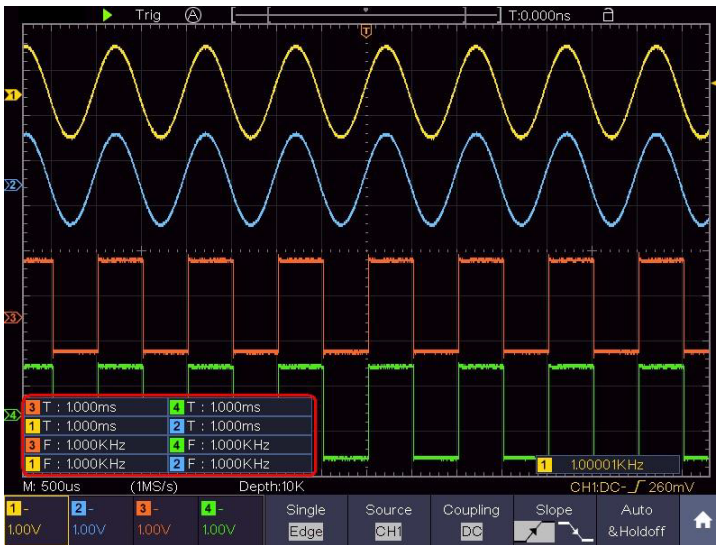

Рисунок 29 - Автоматическое измерение
9. Измеренное значение будет автоматически отображаться в левом нижнем углу экрана (см. рисунок 29).